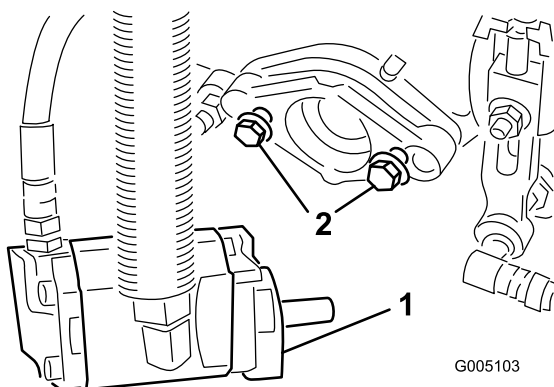

Figura 10
6. Asegúrese de que quedan aproximadamente 13 mm de rosca a la vista en cada perno de montaje del motor del molinete (Figura 10).
8. **Apriete los pernos de montaje (Figura 10).**